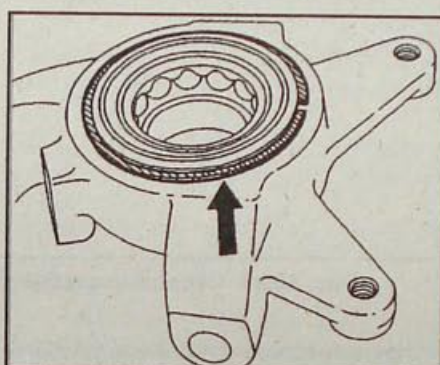

Рис. 10.20. Расположение стопорного кольца подшипника
- Снимите стопорные кольца подшипника (рис. 10.20).